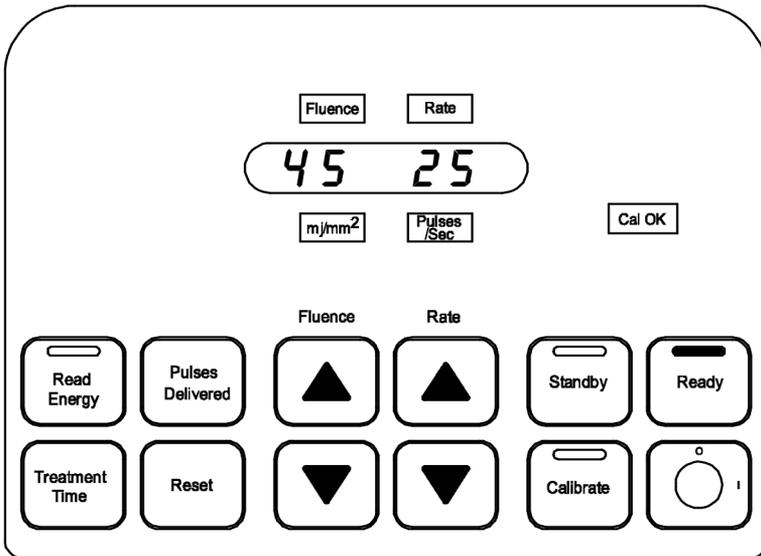

Abbildung 9
1. Der Wechsel in den Modus **Ready** (Bereit) erfolgt vom Modus **Standby** (Standby) aus durch Drücken der Taste Ready (Bereit). (Abbildung 9)